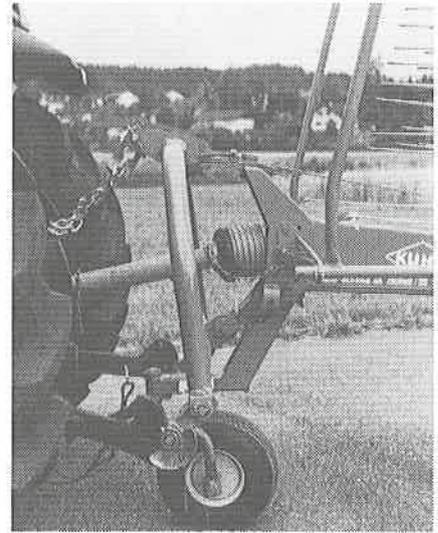

Abb. 5: Ungeübtes Personal? – Das Stützrad macht den Einsatz der Schwadmaschine narrensicher.
- Stützräder erfreuen sich immer grösserer Beliebtheit (Abb. 5). Für Trommelschwader sind sie fast Voraussetzung. Die vorhandenen Verstellmöglichkeiten – werkzeuglos wäre ein Vorteil – halten mit Typenänderungen nicht immer Schritt, sodass sie gar nicht zu allen Modellen passen (**Pöttinger Top 33, Kuhn GA 381 GM**). (Bei beiden Fabrikaten inzwischen behoben).